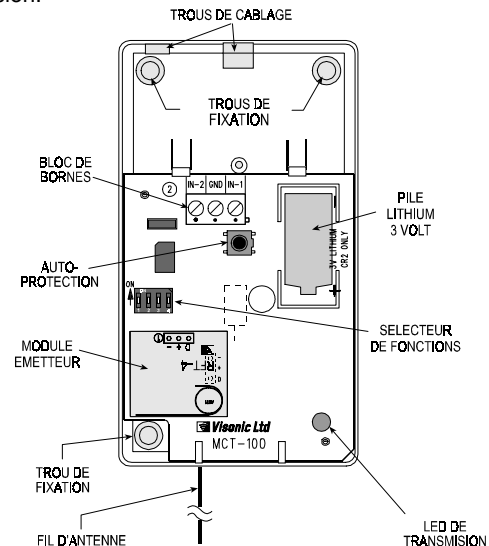

Figure 1. Intérieur du MCT-100
Monter le fond équipé de son circuit imprimé à l'endroit choisi, et utiliser les trous de fixation et les trous de passage de câble (voir Fig. 1)
- A. Insérer la pile dans son emplacement, respectez la polarité (voir figure 1)